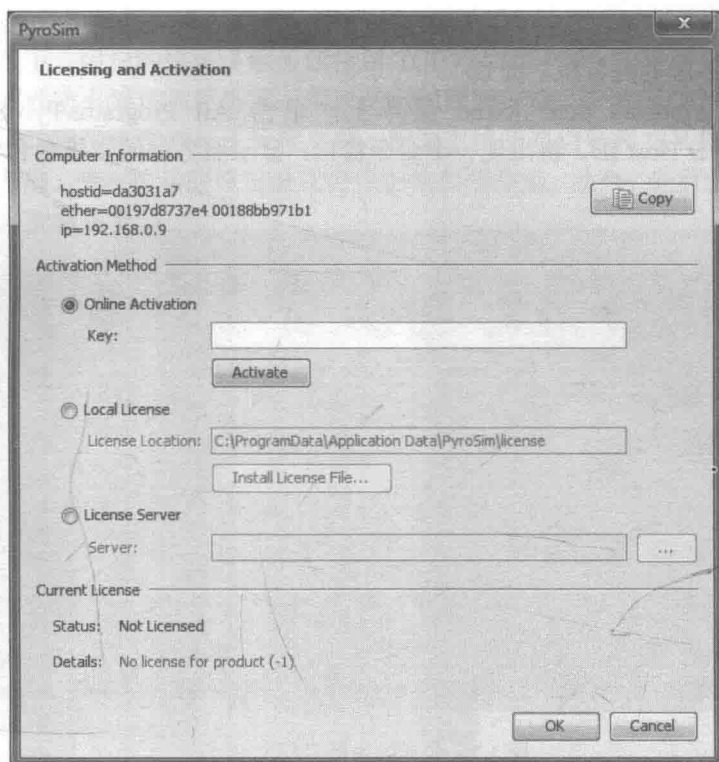

图 1.1 注册码和激活对话框
① 开始 PyroSim。如果目前安装的 PyroSim 未经注册，Licensing and Activation 对话框会自动出现，用户可以跳到第③步。
② 在 Help 菜单上，单击 Licensing。
③ 选择 Online Activation 选项。
④ 在 Key 中输入注册码，如图 1.1 所示。
⑤ 单击 Activate 按钮。
(1) 转移许可 用户的注册码转移到另一台计算机：
① 在 Help 菜单上，单击 Remove License...
② 单击 OK，将永久删除用户的许可证。
③ 对话框显示注册码已被成功删除。复制另一台计算机的机器码并与 Thunderhead Engineering（公司）联系，为这台计算机补发注册码。
④ 关闭 Remove License 对话框，PyroSim 退出当前用户。
(2) 更新 PyroSim 更新 PyroSim 版本，只需运行更新 PyroSim 版本的安装程序即可，用户当前运行的程序文件将被删除，替换为更新的版本，用户的注册码保持不变。